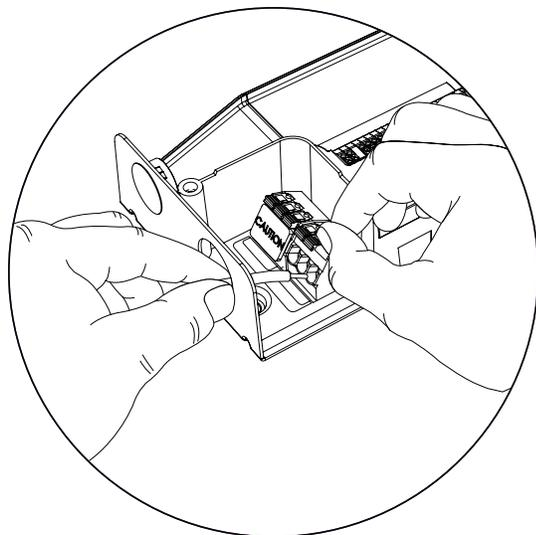

fig. 7
1. Ouvrez les bornes appropriées en basculant les leviers orange en position HAUTE (voir la fig. 7). Raccordez sur la section « AC Mains In » en connectant les bornes de la ligne, du neutre et de la terre appropriées.